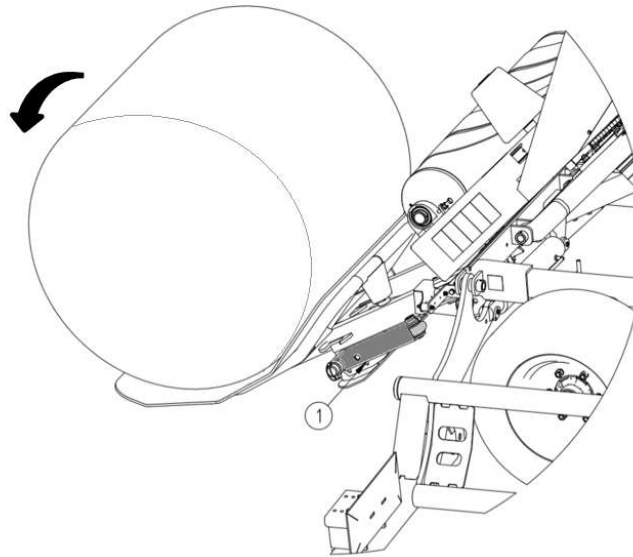
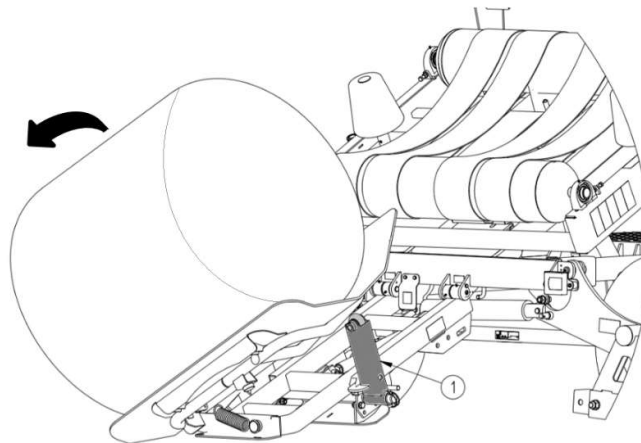

Abbildung 24 Einstellung der Entladung
Abbildung 25 Einstellung der Entladung
(1) Einstellbarer Arm
Der Betrieb des Staplers hängt von der Position des einstellbaren Arms (1) ab. Wenn der Arm horizontal steht, rollt der Ballen hinter den Wickler (Abb. 24) über, bei der Vertikalstellung des Arms (1) (Abb. 25) wird der Ballen zur Seite gekippt.